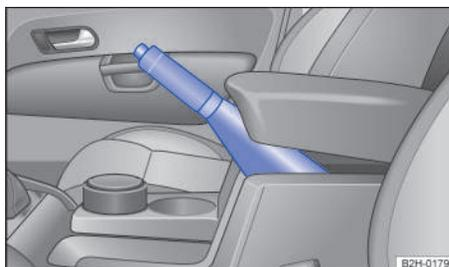

Fig. 107 Entre los asientos delanteros: freno de mano.
2. Tire con fuerza hacia arriba de la palanca del freno de mano manteniendo el botón de bloqueo presionado → fig. 107.